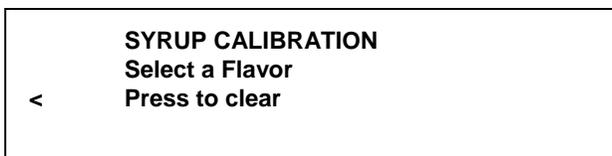

图 45
- 按 **CALIBRATION** 键  以进入糖浆标定模式。（见图 45。）